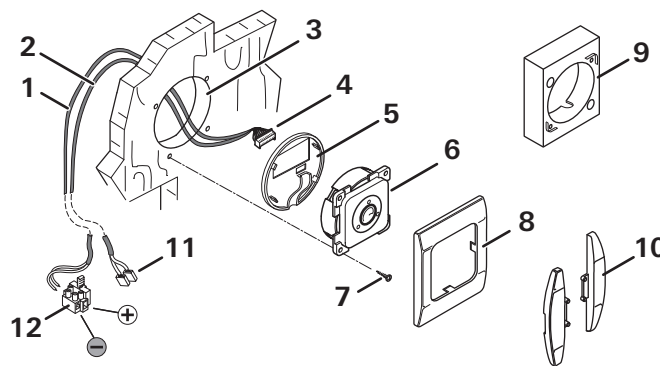

Fig. 3
- ▶ Find et egnet, synligt sted til betjeningselementet (Fig. 3).